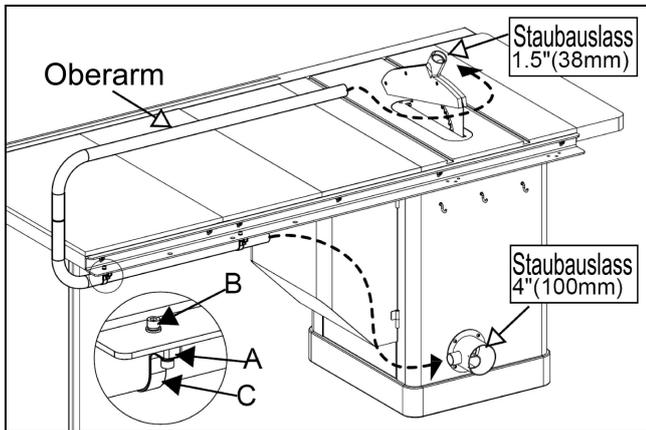

Abb.14
2. Installation des Überarms (**Abb.14**):
a. Befestigen Sie die Halterung (A) mit der Schraube (B) an der hinteren Schiene.
b. Befestigen Sie den Überarm mit der Halterung (A) mit der Klammer (C).
d. Schließen Sie das von uns bereitgestellte Rohr (1,5 ") gemäß **Abb.14** an den Staubauslass an.